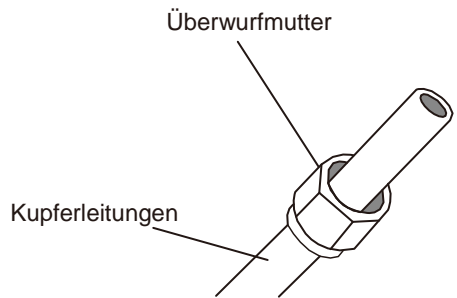

Abb. 5.3
3. Befestigen Sie die Überwurfmutter an beide Enden der Leitungen. Vergewissern Sie sich, dass die Muttern in der richtigen Position sind, denn nach dem Senken kann nicht mehr nachjustiert oder die Position verändert werden. Siehe **Abb. 5.3**